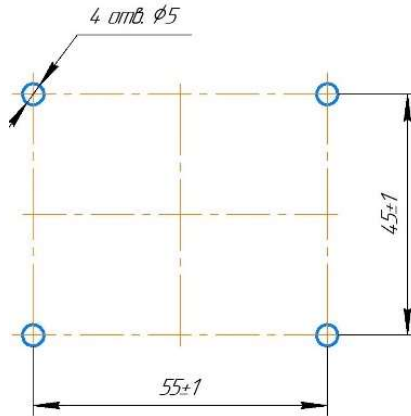

Рис.6 Схема сверловки
Блок управления устанавливается снаружи парильного помещения. Для установки блока управления необходимо в стене просверлить отверстия глубиной 30 мм и установить дюбель размером 5x30 мм в количестве 4 шт., схему сверловки см. рис. 6. Саморезами 3x25 закрепить кронштейн крепления к стене (15). Навесить на кронштейн блок управления.